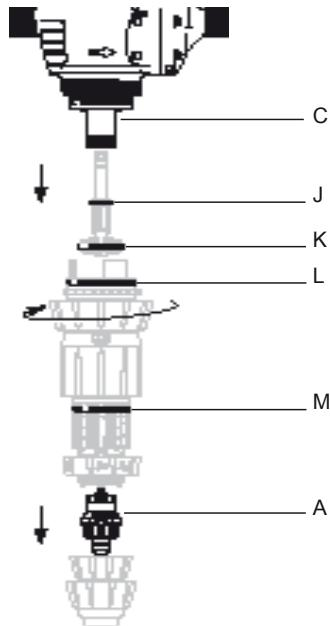

Рис. 14
- Замените изоляционные детали (**Рис. 14-C**) прокладки (**Рис. 14-J/K/L/M**) и всасывающий клапан (**Рис. 14-A**).